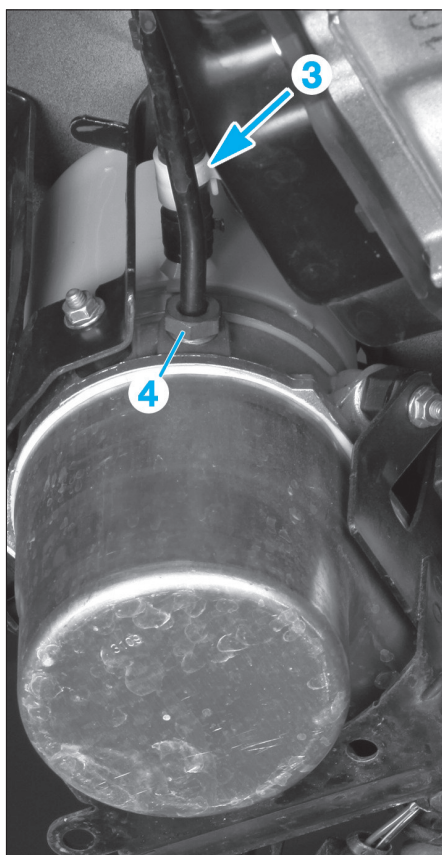

FIG. 26
• Débrancher les conduites (3) et (4) (Fig.26).